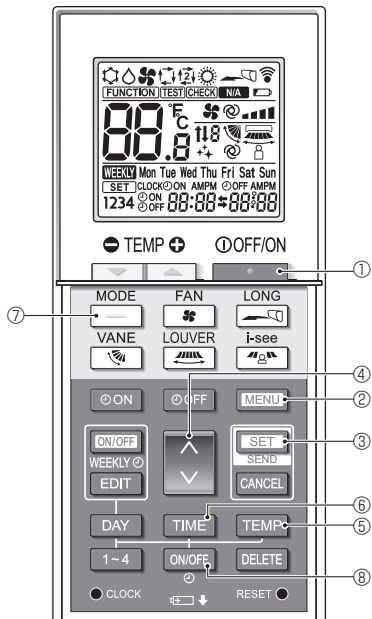

Fig. 6-6
1. Սեղմեք ● կոճակը ① օդորակիչը անջատելու համար:
2. Սեղմեք MENU կոճակը ②:
Գոցադրվի Գործառնությունների կարգաբերումների պատուհանը և կթարթի գործառնության N°-ը ③: (Fig. 6-6)